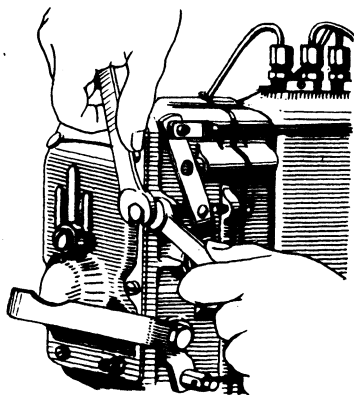

Рис. 60. Вывертывание болта минимальной частоты вращения
2. Болтом ограничения минимальной частоты вращения (рычаг управления должен упираться в этот болт) подрегулируйте минимальную частоту вращения холостого хода (рис. 60) до появления небольших колебаний оборотов двигателя. При ввертывании болта частота вращения увеличивается, при вывертывании — уменьшается.